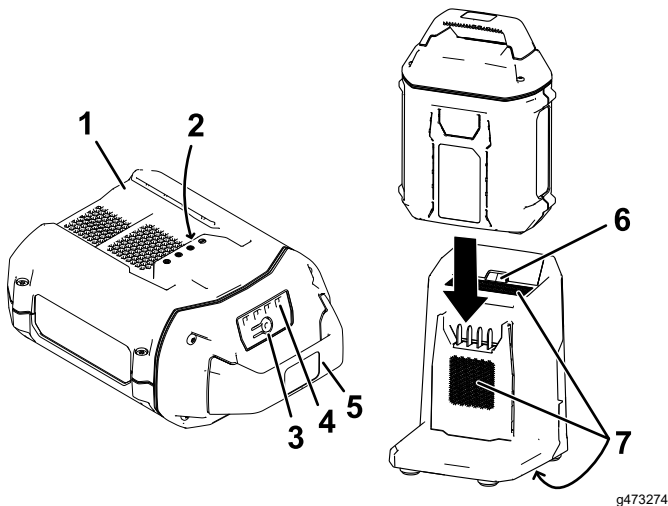

Figure 19
2. Placez le creux de la batterie (Figure 19) devant la languette du chargeur.
3. Insérez la batterie dans le chargeur jusqu'à ce qu'elle soit complètement enclenchée (Figure 19).